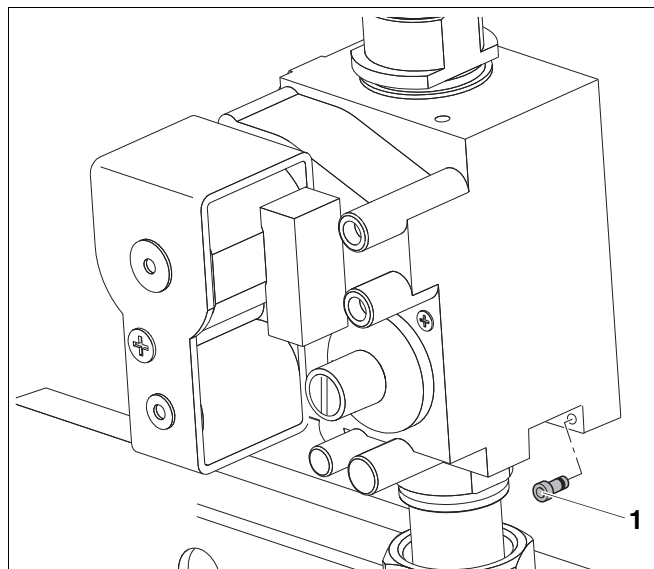

Рис. 47 Монтаж и демонтаж переходника для сжиженного газа
- Вставить переходник для сжиженного газа вместе с уплотнением (Рис. 47, поз. 1).
- Вынуть переходник для сжиженного газа (Рис. 47, поз. 1).